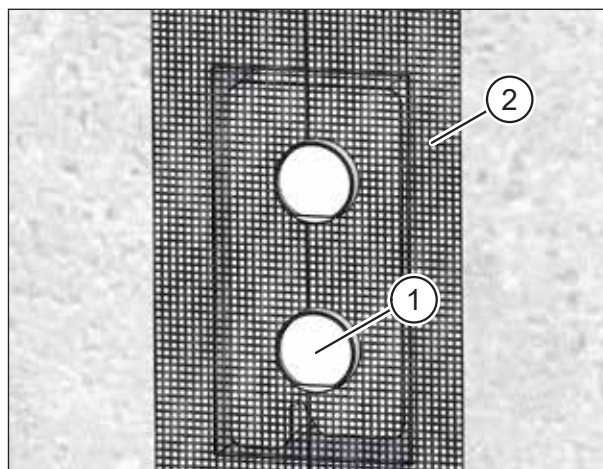
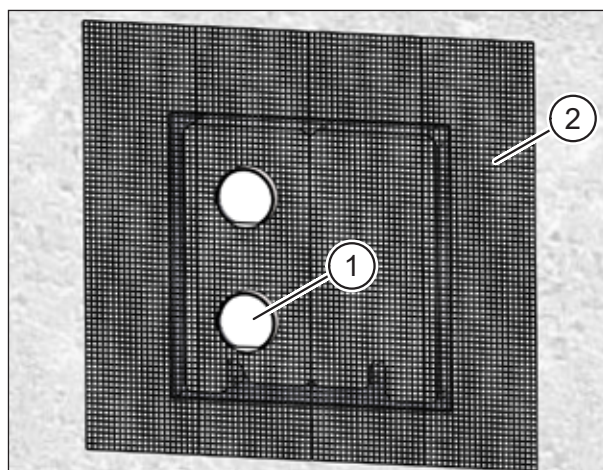

Fig. 24 : Enduire le kit de montage **sans** pièce de remplissage
Fig. 25 : Enduire le kit de montage **avec** pièce de remplissage
- ▶ Insérez les manchons de protection de l'enduit (pos. 1 dans Fig. 24 et Fig. 25). Ils doivent dépasser au-dessus du mur massif de façon à se terminer en affleurant avec l'application ultérieure de l'enduit. Les manchons de protection de l'enduit constituent la surface de l'enduit auxiliaire pour l'enduit extérieur.
- ▶ Posez le treillis d'armature (pos. 2 dans Fig. 24 et Fig. 25) à l'extérieur sur le caisson mural, sur la maçonnerie ou sur l'isolation de la façade.